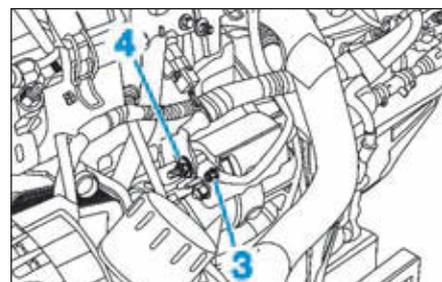

FIG.13
- Desserrer l'écrou du solénoïde (3) du démarreur (Fig.13).
- l'écrou de la cosse d'alimentation (4) du démarreur,